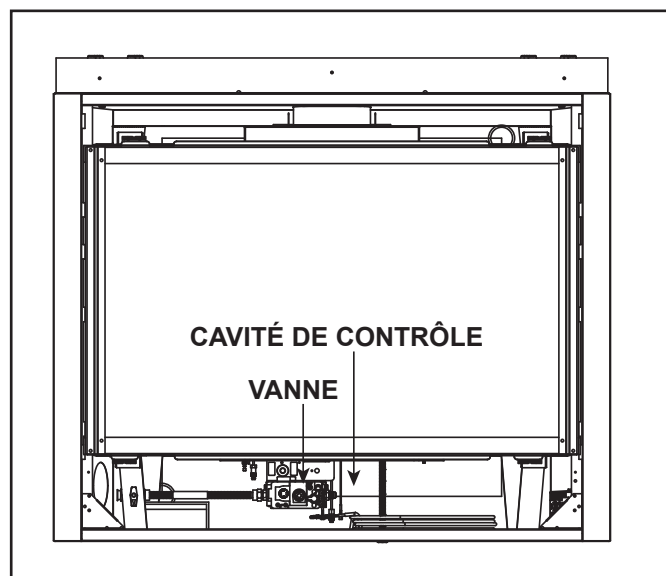

Figure 3.5. Cavité de contrôle
Les modèles SL-5, SL-7 et SL-9 ont un taux de combustion variable contrôlé par le bouton « HI/LO » sur la vanne du gaz. De ce fait, la hauteur de la flamme est ajustable. Le bouton « HI/LO » est montré à la figure 3.5. Il est situé dans la cavité du contrôle de l'appareil. Le bouton « HI/LO » peut être ajusté comme désiré, en tournant vers la position « HIGH » (dans le sens antihoraire) et en tournant vers la position « LO » (dans le sens horaire).
Le système d'amorçage par veilleuse à allumage intermittent IntelliFire possède un système de piles d'appoints permettant le fonctionnement sans électricité. Le bloc-pile installé en usine est situé dans la cavité du contrôle de l'appareil. Voir la figure 3.5. Les piles ne devraient pas être placées dans le support de batterie lorsque l'électricité est utilisée pour faire fonctionner le foyer. Retirer les piles du support de batterie lorsque l'électricité est de nouveau disponible.
1. Accédez à la cavité du contrôle de l'appareil. Voir la figure 3.5 pour l'emplacement. La façade décorative ou la porte pourrait devoir être enlevée.
2. Localisez le support de batterie et insérez deux piles D. La polarité des piles doit être correcte pour éviter d'endommager le module. Voir la figure 3.5. Un schéma complet du câblage est inclus dans la section traitant de l'électricité, dans le manuel d'installation de l'appareil.